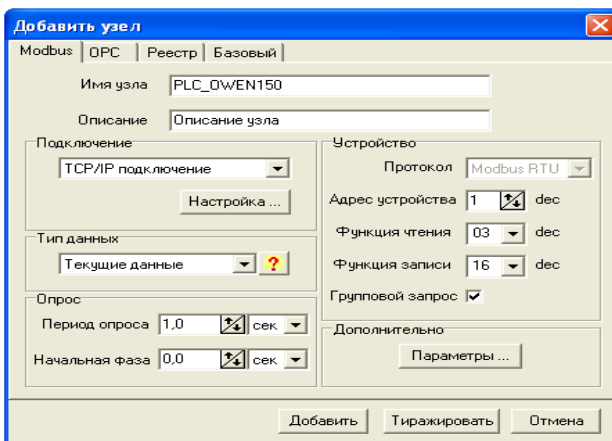

Рисунок 2.4 – Вікно налаштування властивостей вузла
2) За допомогою команди *Добавить узел* в меню *Изменить* або кліка мишею по третьому ярлику на панелі інструментів додайте до поточних даних новий *Modbus*-вузол. У вікні, що з'явилося, виберіть вкладку *Modbus* та встановіть параметри *Modbus*-вузла, як це зображено на рис. 2.4 (опис параметрів дивиться в довідці до *LectusOPC*).